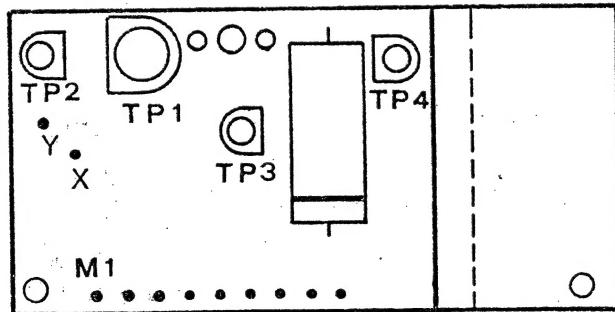

BILD 5
2. Gleichspannung U 1 = 20—21 V gemessen zwischen M 1 (—) und C 19 (+) Bild 5
3. Stabilisierte Gleichspannung U 2 = 14,75—15,75 V gemessen zwischen M 1 (—) und B (+) Bild 5
5. Eingestellt wird diese Dreieckspannung mit TP 4. (Bild 5)
Balken gelten für 33 1/3, die unteren für 45 Umdrehungen.) Wenn das nicht der Fall ist, stellen Sie die richtige Tourenzahl mit dem TP 3 ein. (Bild 5)